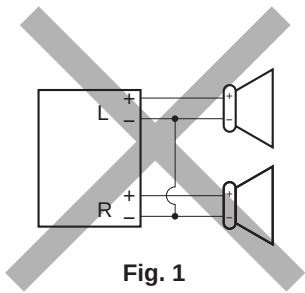
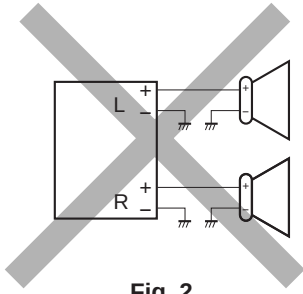
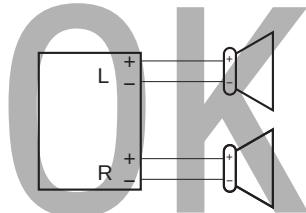

Fig. 1
Fig. 2
Fig. 3
- Als de bedrading van de speakers eruitziet zoals hieronder staat afgebeeld in Fig. 1 en Fig. 2, mag het apparaat NIET worden aangesloten met behulp van deze oorspronkelijke speakerbedrading. Als u dat wel doet, zal het apparaat ernstige schade oplopen. Pas de bedrading van de speakers aan, zodat u het apparaat met de speakers kunt verbinden, zoals staat afgebeeld in Fig. 3.
- Als de bedrading van de speakers eruitziet zoals staat afgebeeld in Fig. 3, kunt u het apparaat aansluiten met behulp van de oorspronkelijke speakerbedrading in uw auto.
- Si el conexionado de altavoz de su automóvil es como se indica en las Fig. 1 y 2 de abajo, NO conecte la unidad utilizando ese conexionado de altavoz original. Si lo hace, se producirán daños graves en la unidad. Vuelva a efectuar el conexionado de altavoz de manera que pueda conectar la unidad a los altavoces de la manera indicada en la Fig. 3.
- Si el conexionado de altavoz de su automóvil es como se indica en la Fig. 3, podrá conectar la unidad utilizando el conexionado de altavoz original de su automóvil.
- Se il cablaggio per le casse sulla vettura risulta come illustrato nelle Fig. 1 e 2 qui sotto, NON collegare l'apparecchio usando il cablaggio originale, perché si danneggia seriamente l'apparecchio. Rifare il cablaggio delle casse in modo d poter collegare l'apparecchio alle casse come illustrato nella Fig. 3.
- Se il cablaggio delle casse sulla vettura risulta come illustrato in Fig. 3, si può collegare l'apparecchio usando il cablaggio per casse originale presente in vettura.